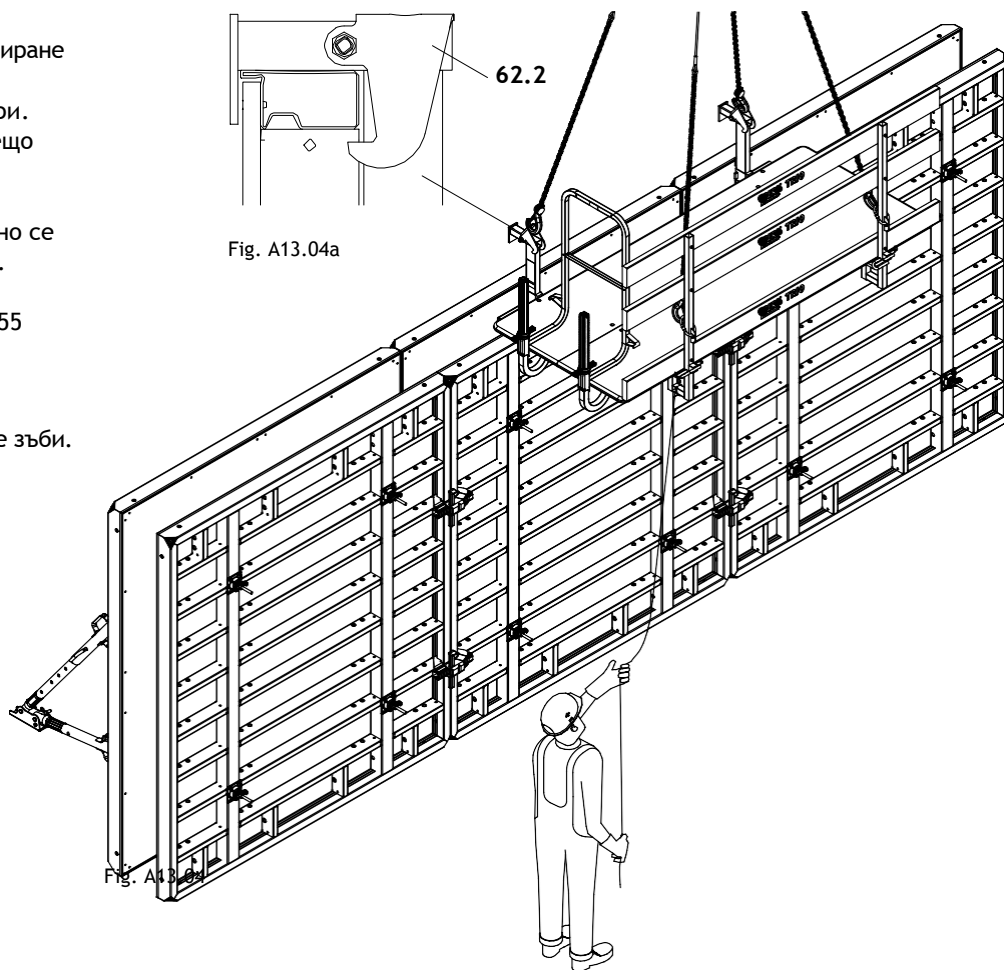

Fig. A13.04
- 4 Закачете платформата за бетониране към горния ръб на кофража с помощта на окачващите трегери. Позиционирайте отдолу с водещо въже. (Fig. A13.04)